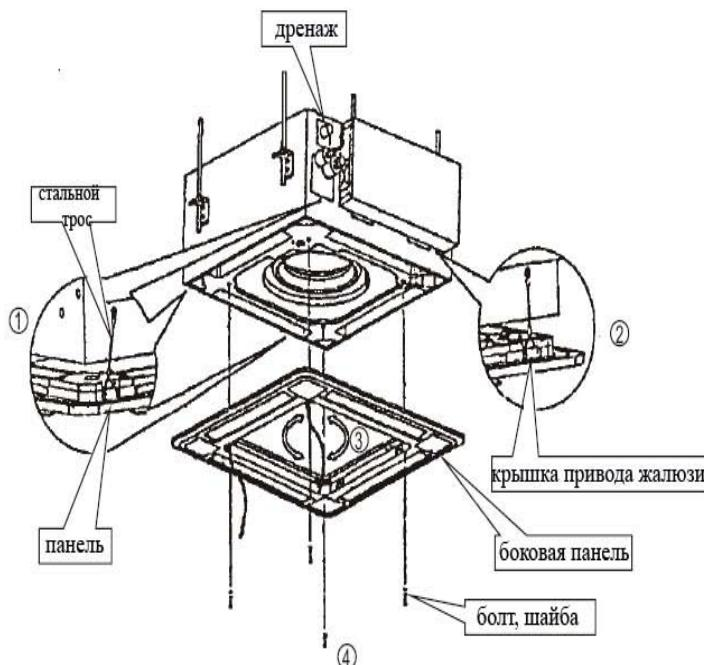

Рис.11
- Выкрутите болты, и снимите их (рис. 11).
- Закрепите крепления панели электродвигателя привода жалюзи и его противоположной стороны к соответствующему накопителю влаги (см. рис. 11 (1)) Затем отогните два другие крепления соответствующего крепления подвеса корпуса (рис. 11 (2))
- Выровняйте 4 крепления панели сохраняя панель в горизонтальном положении, затем прикрутите панель к потолку (рис. 11 (3))
- Регулируя панель в направлении, указанном стрелками на рисунке 11 (4), слегка подгоните центр панели к центру отверстия. Убедитесь, что крепления в 4-х углах корпуса надёжно закреплены и надежно затянуты.